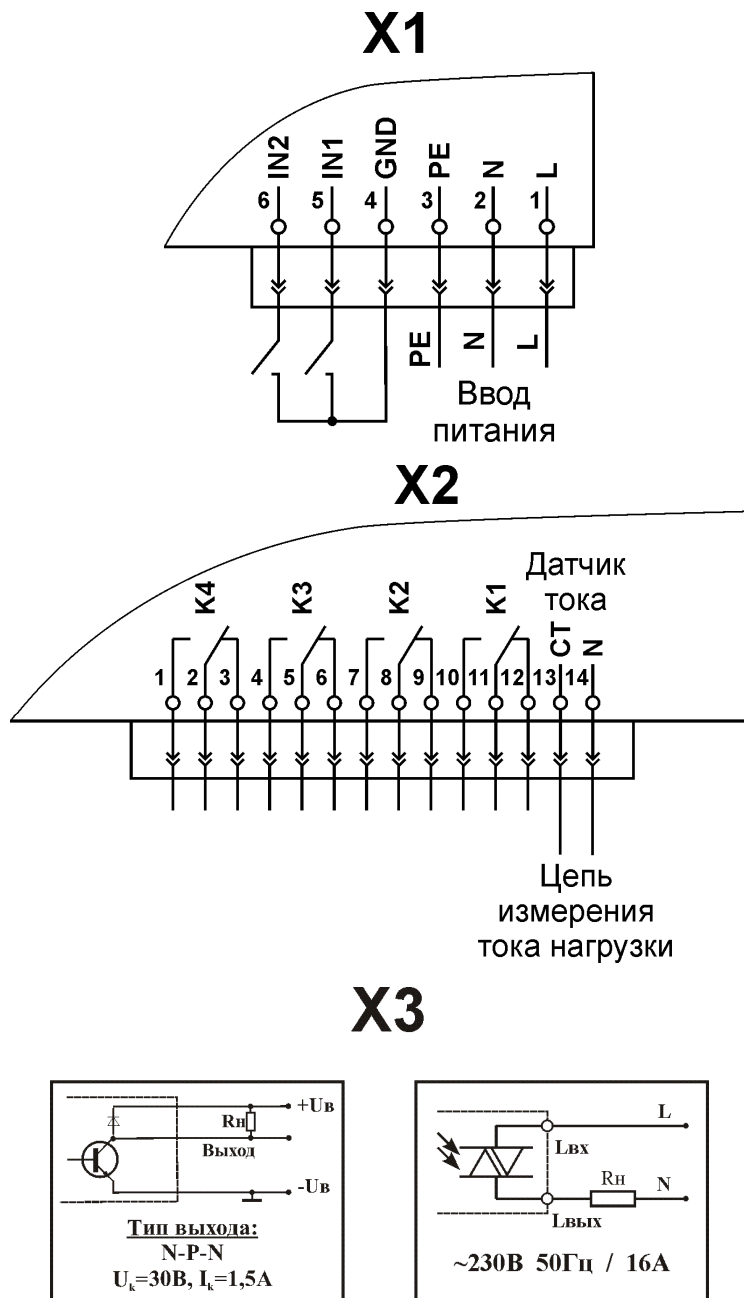

Рис.2. Схемы подключения цепей к разъемам блока
- подсоединить кабели цепей управления и контроля, кабель питания блока согласно схемам подключения (рис.2), а так же подключить воздушные магистрали;